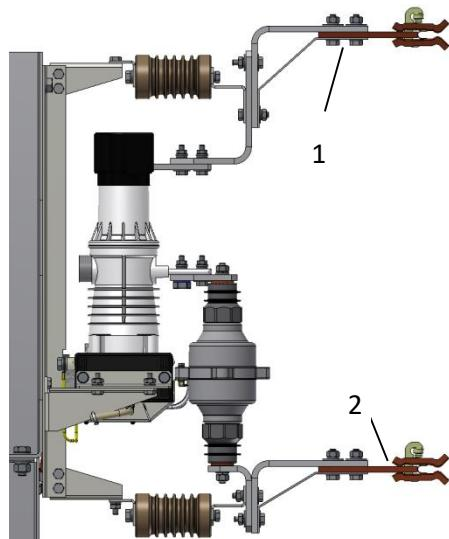

Рис.6.4. Места замера электрического сопротивления главных цепей
- подсоединить клеммы испытательного оборудования (РЕТОМ-21 или аналогичное) к ВЭ в точках 1,2, указанных на Рис.6.4